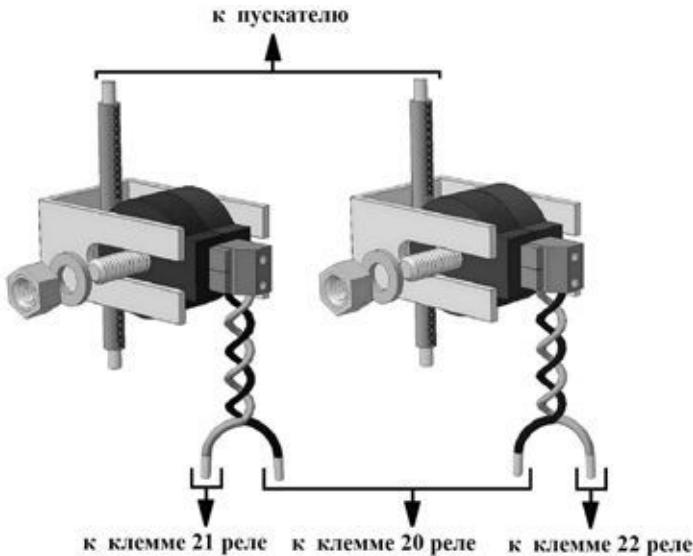

Рис. 4.3. Общий вид датчиков тока
Датчик тока (рис. 4.3) представляет собой малогабаритный трансформатор. Первичной обмоткой является фазный провод, соединяющий пускателем и двигатель. Вторичная обмотка намотана на катушку, размещенную в пластмассовом корпусе с выходными клеммами. Магнитопроводом служат стальные скоба и ось. Конструктивно они выполнены так, что с их помощью датчик крепится непосредственно на изолированном фазном проводе.
6.2 Закрепить датчики тока на двух фазных проводах, соединяющих пускатель и двигатель (см. рис. 4.3).